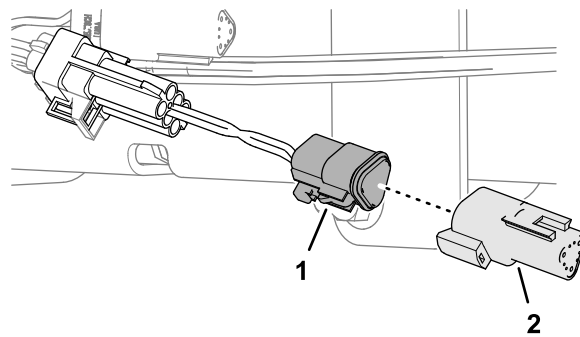

Рисунок 178
3. Вставьте резистор, снятый при выполнении действий, описанных в разделе Снятие окончательного резистора \(страница 84\), в 3-гнездовой разъем переходного жгута проводов (Рисунок 178).